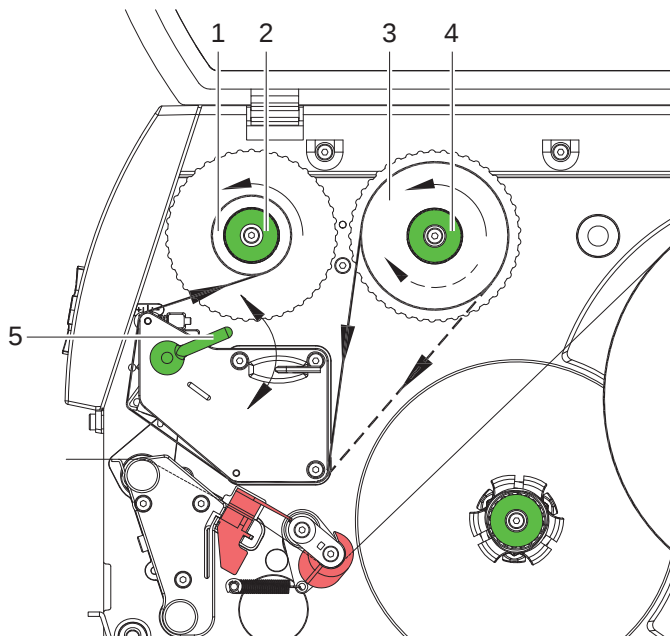

Fig. 14 Transferfoliekørsel
2. Drej armen (5) mod uret for at løfte printhovedet.
3. Skyd transferfolierullen (3) til anslag på afrulleren (4), så foliens farvebelægning vender nedad ved afrulningen. Der er ikke specificeret nogen rotationsretning ved afrulleren (4).
4. Hold transferfolierullen (3) fast og drej drejeknappen på afrulleren (4) mod uret, til transferfolierullen sidder fast.
5. Skyd en passende transferfoliekjerne (1) på transferfolieoprulleren (2) og fastgør den på samme måde.
6. Før transferfolie gennem printenheden som vist i Fig. 14.
7. Fastgør enden af transferfolien med klæbestrimmel på transferfoliekernen (1). Vær opmærksom på transferfolieoprullerens rotationsretning mod uret.
8. Drej transferfolieopruller (2) mod uret for at glatte transferfoliens løb.
9. Drej armen (5) med uret for at låse printhovedet.